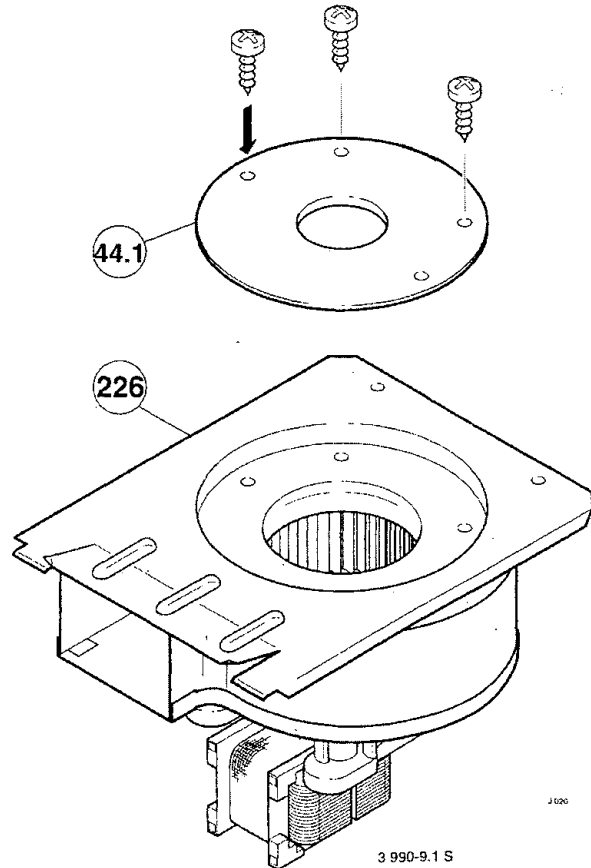

Bild 9
- Drosselblende (44.4) auswählen und an der Saugseite des Abgasventilators (226) montieren (Bild 9)